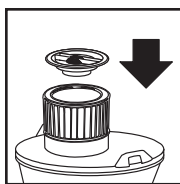

FIGURE 21
34. Poser la fixation du filtre sur la cartouche filtrante, immobiliser le couvercle de la cuve avec une main, tourner à droite la poignée de la fixation de la cartouche filtrante pour la serrer et la verrouiller en place. **FIGURE 21, 22.**